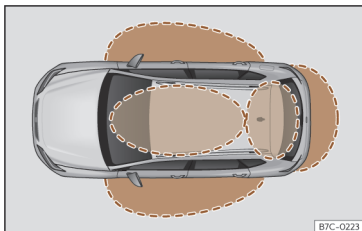
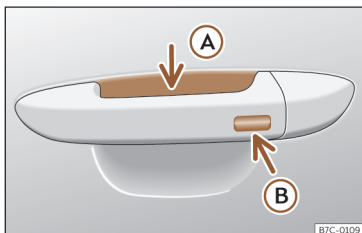

Fig. 71 Keyless Access: zonas de proximidad.
Fig. 72 Manecilla de la puerta: superficies sensoras
bloquear y bloquear el vehículo sin utilizar activamente la llave del mismo. Para ello solo es necesario que haya una llave del vehículo válida en la zona de detección correspondiente al intento de acceso al vehículo >>> **fig. 71** y tocar una de las superficies sensoras de las manecillas de las puertas >>> **fig. 72** o accionar el *softtouch*/asidero del portón trasero >>> **pág. 108 >>> ❶**.
Si se encuentra una llave válida en una de las zonas próximas >>> **fig. 71**, el sistema de cierre y arranque sin llave Keyless Access le otorga a dicha llave derechos de acceso en cuanto se toca una de las superficies sensoras de las manecillas de las puertas delanteras o se acciona el *softtouch*/asidero dispuesto en el portón trasero.
- Empuñe la manecilla de una de las puertas delanteras. Al hacerlo se toca la superficie sensora»» fig. 72 (A) (flecha) de la manecilla y se desbloquea el vehículo.
- Toque *una vez* la superficie sensora de bloqueo»» fig. 72 (B) (flecha) de la manecilla de una de las puertas delanteras. La puerta cuya manecilla se acciona deberá estar cerrada.
- Toque *una vez* la superficie sensora»» fig. 72 (B) (flecha) de la manecilla de una de las puertas delanteras. El vehículo se bloquea con el sistema de seguridad "Safe"»» pág. 103. La puerta cuya manecilla se acciona deberá estar cerrada.
- Toque *dos veces* la superficie sensora»» fig. 72 (B) (flecha) de la manecilla de una de las puertas delanteras para bloquear el vehículo sin activar el sistema de seguridad "Safe"»» pág. 103.
zona próxima»» fig. 71 se encuentra una llave del vehículo válida.
- Pulse el botón de cierre  del mando a distancia y toque una vez, dentro de los 5 segundos siguientes, la superficie sensora de bloqueo de la manecilla de la puerta del conductor»» **fig. 72 B**. No agarre la manecilla de la puerta, de lo contrario el vehículo no se bloqueará. También es posible llevar a cabo la desactivación si se bloquea el vehículo a través de la cerradura de la puerta del conductor.
Para **cerrar con la función de confort** todas las ventanillas eléctricas y el techo de cristal, mantenga un dedo durante unos segundos sobre la superficie sensora de bloqueo »» **fig. 72 B** (flecha) de la manecilla de la puerta hasta que se hayan cerrado las ventanillas y el techo.
Las superficies sensoras de las manecillas de las puertas podrían activarse al recibir un chorro de agua o de vapor a gran presión en el caso de que hubiera alguna llave del vehículo válida en la zona próxima. Si al menos una de las ventanillas con elevación eléctrica está abierta y se activa la superficie sensora»» **fig. 72 B** (flecha) de una
- **O BIEN:** toque *dos* veces la superficie sensora situada en la parte exterior de la manecilla de la puerta >>> **fig. 72** .